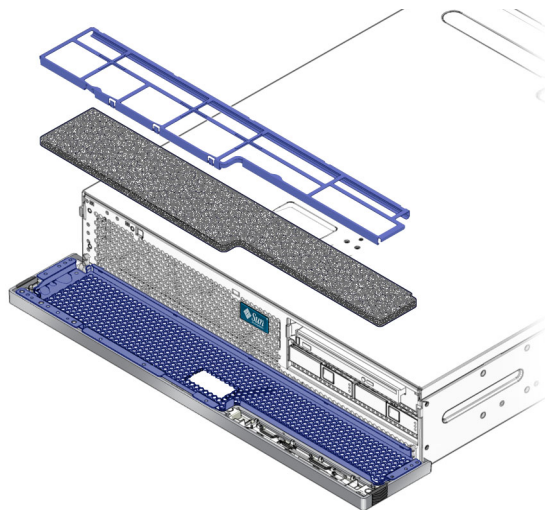

図 2-2 ベゼルへのエアフィルタの取り付け
4. この新しいエアフィルタをベゼルの所定の位置にはめ込みます (図 2-2)。